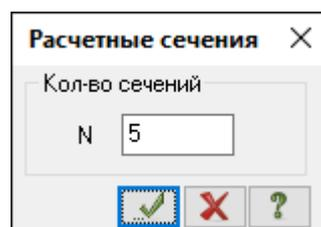

Рис.12.26. Диалоговое окно **Расчетные сечения**
- Щелчком по кнопке  – **Расчетные сечения стержней** (панель **Редактирование стержней** на контекстной вкладке **Стержни**) вызовите диалоговое окно **Расчетные сечения** (рис.12.26).